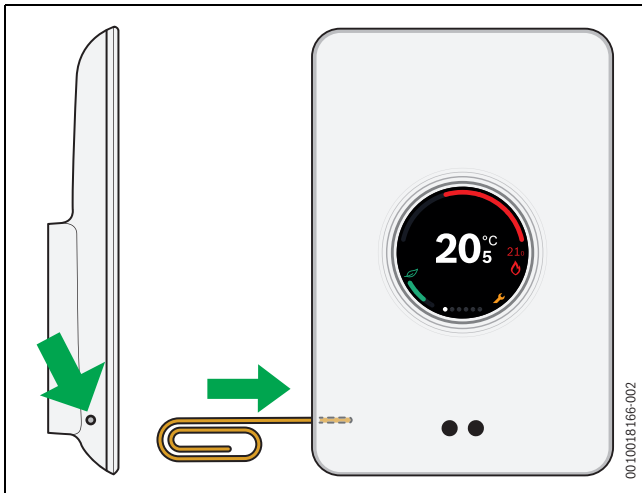

Fig. 21 Hard-Reset
- Pulsar la tecla Reset (→ fig. 21) durante unos segundos.